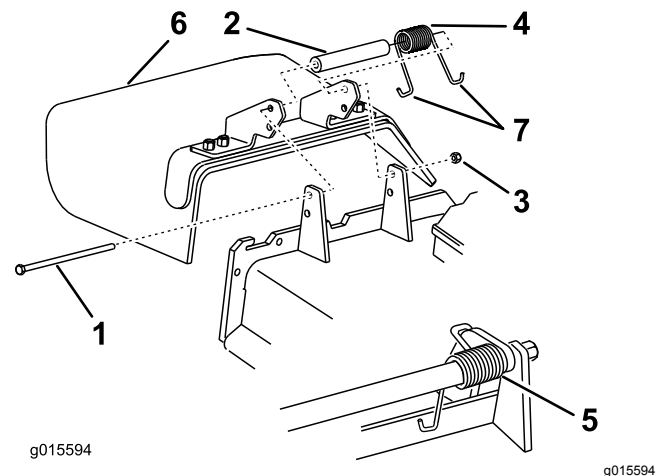

Bild 93
1. Entfernen Sie die Sicherungsmutter, Schraube, Feder und das Distanzstück, mit denen das Ablenkblech an den Drehhalterungen befestigt ist (Bild 93).
Hinweis: Achten Sie darauf, dass ein J-Hakenende der Feder hinter der Mähwerkseite befestigt ist, bevor Sie die Schraube einsetzen, wie in Bild 93 abgebildet.
6. Führen Sie das J-förmige Hakenende der Feder um das Ablenkblech (Bild 93).